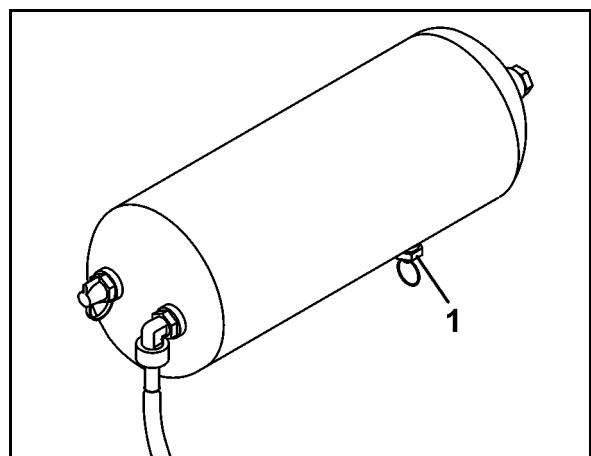

Рис. 122
1. Выверните болты и снимите оба защитных кожуха (Рис. 122/1) с внутренней стороны тормозного барабана.
Грязь может скапливаться на тормозных накладках (Рис. 122/2) и значительно снижать эффективность торможения.